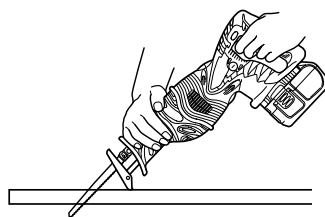
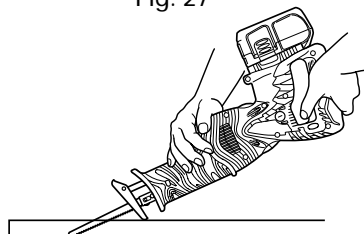

Fig. 27
Fig. 28
- (2) Relever lentement la poignée et couper petit à petit avec la lame de scie. (Fig. 27, Fig. 28)